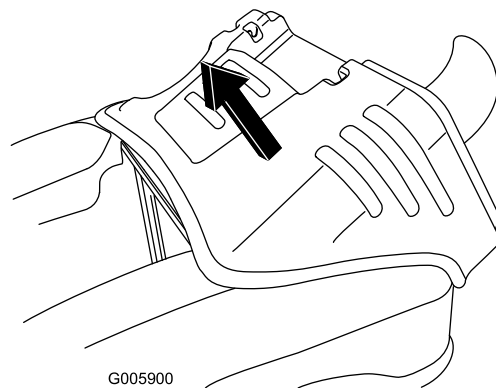

Figura 26
6. Afferrate la parte anteriore e posteriore del cofano del motore e sollevatelo per rimuoverlo dal telaio (Figura 26).